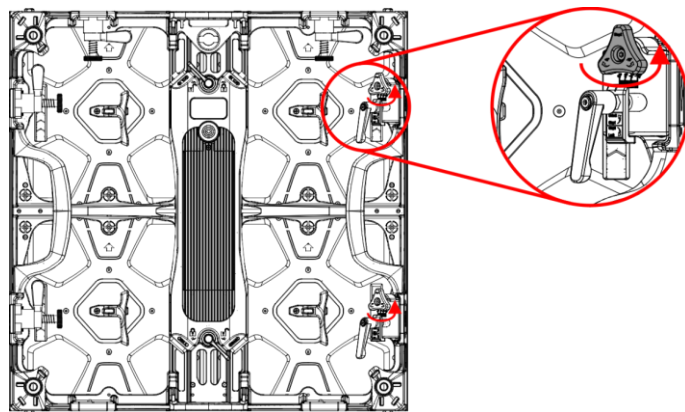
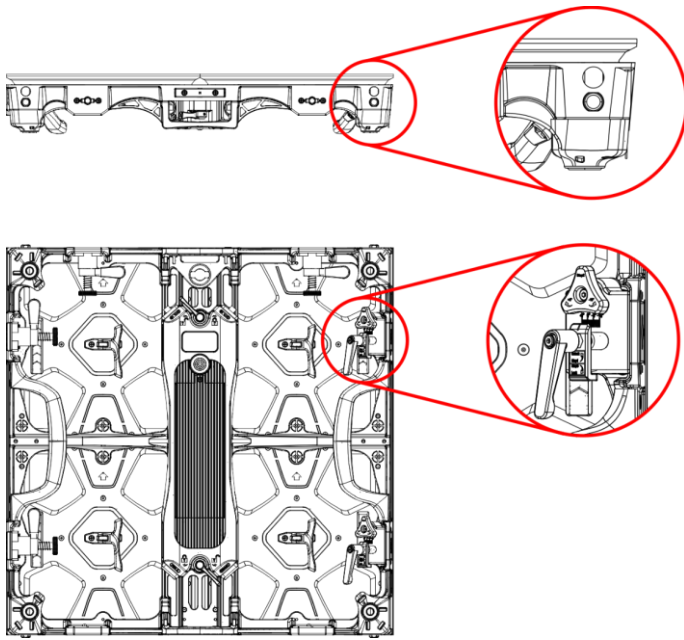

Fig. 52
Fig. 55
- 02) Gire el **tornillo triangular** superior (**07**) en sentido antihorario para establecer el ángulo como se indica en las Fig. 52 y 53. Dispone de 4 opciones: -5° , 0° , 5° , 10° , como se muestra en las Fig. 55–58.